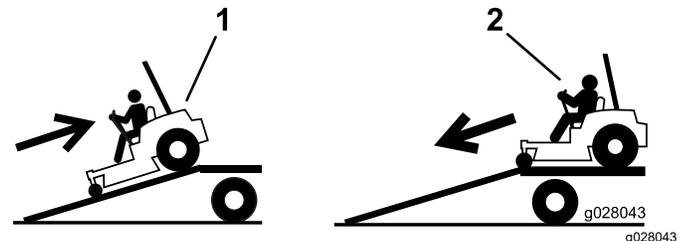

Рисунок 42
2. Перемещайте машину передним ходом при движении вниз по наклонному въезду (Рисунок 42).